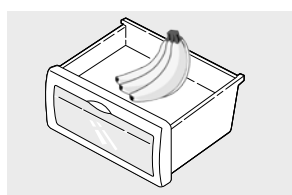

Figura 60
- Compruebe siempre el cajón. (Figura 60)